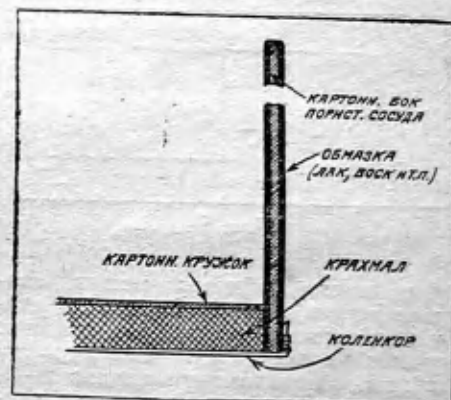

Рис. 4. Пористый сосуд второго типа
5) Пористая диафрагма второго типа (рис. 4) готовится из картонного цилиндра без дна, пропитанного шеллачным лаком, воском и т. п.; на одно из оснований обработанного уже таким образом цилиндра натягивается какая-либо материя, на которую и наливается еще в неостуженном виде крахмал, достаточно густо заваренный на полунасыщенном растворе поваренной соли. Слой крахмала должен быть не тоньше 1 ст. После охлаждения крахмал покрывается картонным кружком, на который ставится цинковый цилиндр. Такая диафрагма работает без отказа 2—3 месяца, после чего ее надо заменить новой.